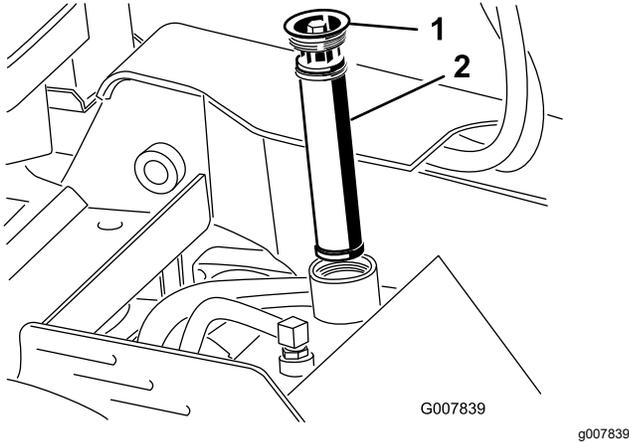

Figure 63
4. Déposez l'ancien filtre et mettez-le au rebut (Figure 63).
5. Mettez en place le filtre hydraulique de rechange et le bouchon de remplissage (Figure 63), et serrez le boulon sur le dessus à un couple de 13 à 15,5 N·m.
7. Enlevez le bouchon de remplissage du réservoir de liquide hydraulique ainsi que le filtre (Figure 63).
12. Mettez en place le filtre hydraulique et le bouchon de remplissage (Figure 63), et serrez le boulon sur le dessus à un couple de 13 à 15,5 N·m.